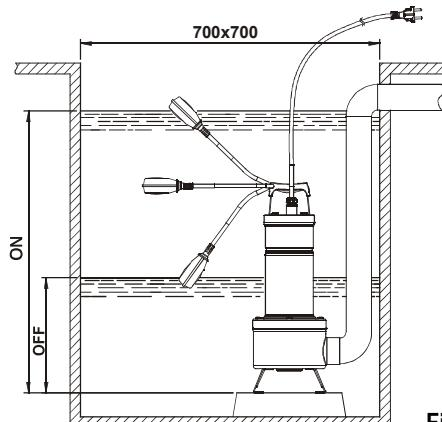

Fig.1
- 4.1 Dacă pe fundul putului există multă murdarie, atunci se recomandă montarea unui suport de susținere pentru a evita infundarea grilei de aspirație (**Fig.1**).